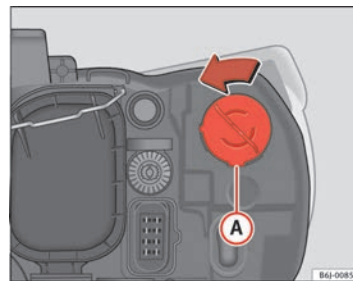

Abb. 134 Blinklicht
- Die Fassung ⇒ Abb. 134 Ⓐ nach links drehen und ziehen.